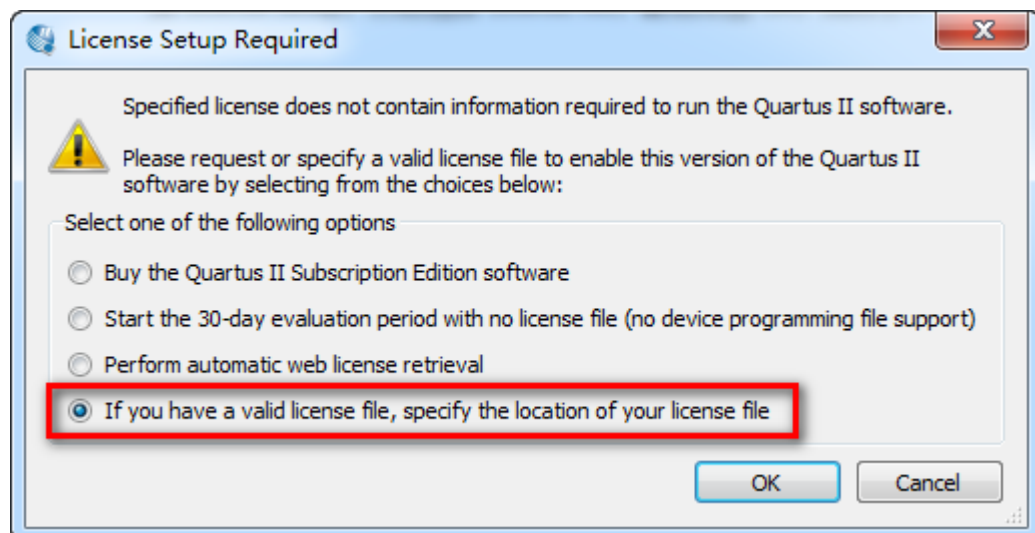

图 1-13 选择设定 license
- 3) 初次打开 Quartus II 时需设定 license, 如图 1-13 所示; 其他情况可在在 Quartus II 13.1 的 Tools 菜单下选择 License Setup, 然后选择 License file, 最后点击 OK, 如图 1-14 所示。